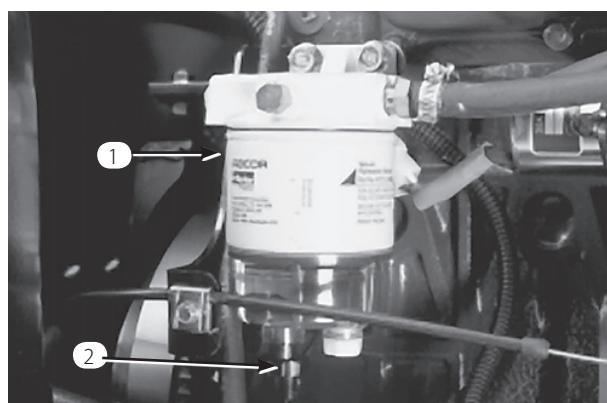

図 46
水抜きは毎日おこなってください(図46)。
2. フィルタ容器下部のドレン・プラグをゆるめて水や異物を流し出す(図46)。終了したらプラグを締める。